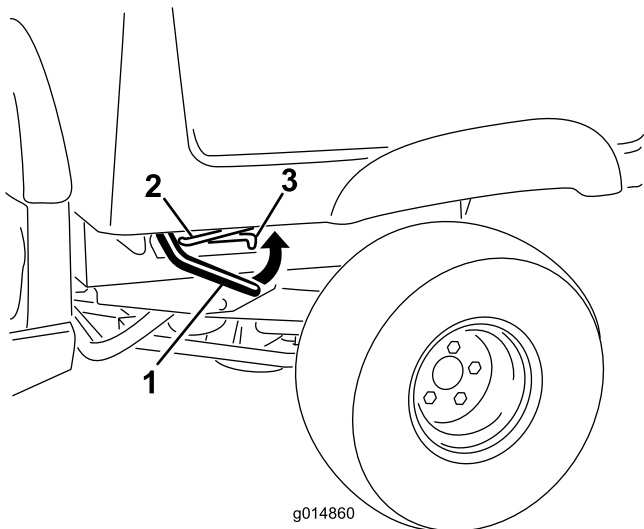

Figura 18
1. Com a alavanca em qualquer um dos lados da plataforma, eleve a plataforma (Figura 18).
1. Eleve ligeiramente a plataforma de carga elevando a alavanca de bloqueio (Figura 18).